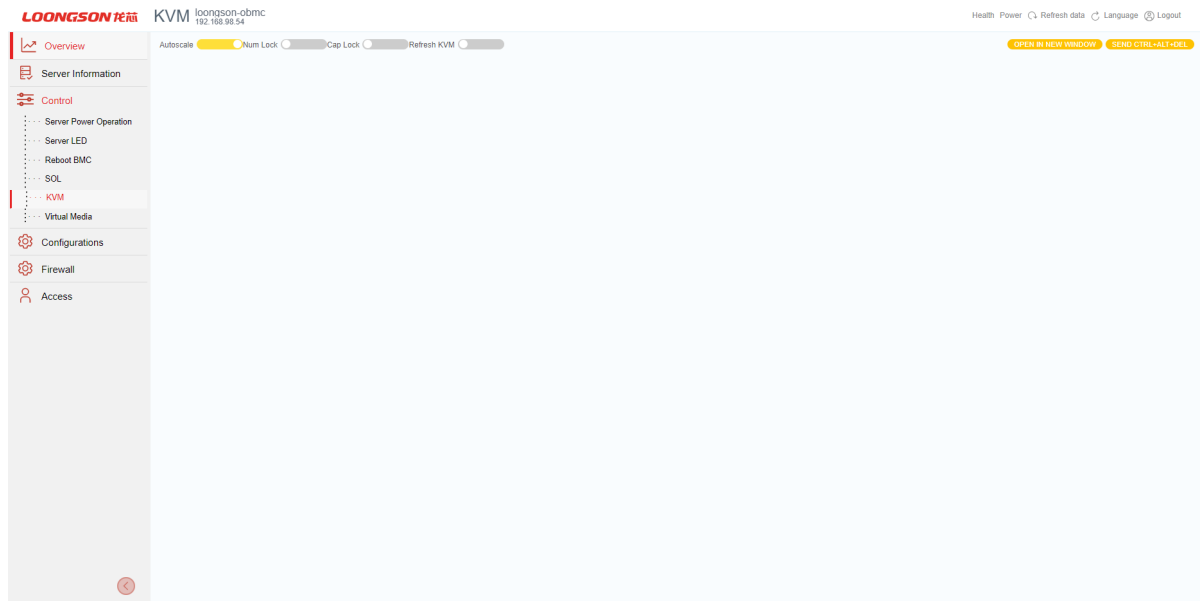

Рис. 82. Окно «KVM»
- 6) Пройдите во вкладку «Control» → «KVM» в данной вкладке осуществляется удаленное управление BIOS. Окно показано на рис. 82 Окно «KVM»